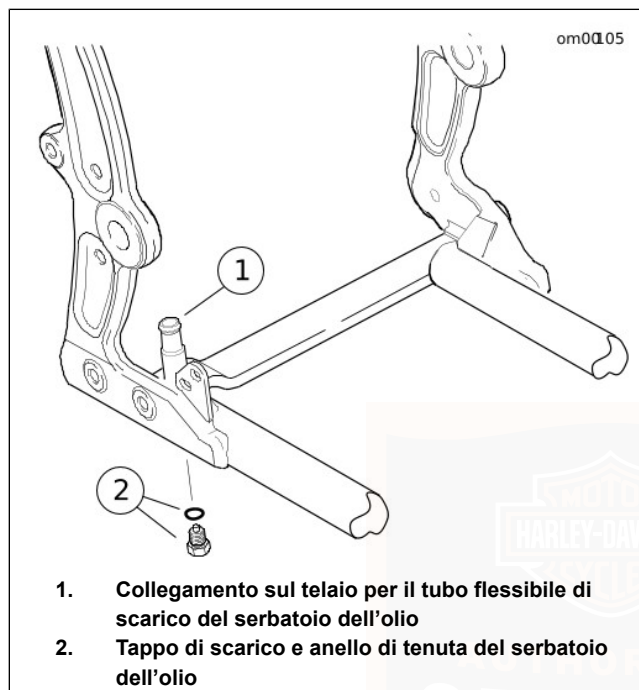

Figura 29. Tappo di scarico del serbatoio dell'olio: modelli Softail
2. Vedere la Figura 29. Rimuovere il tappo di scarico dell'olio motore con l'anello di tenuta O-ring (2). Scaricare completamente l'olio in un apposito recipiente.